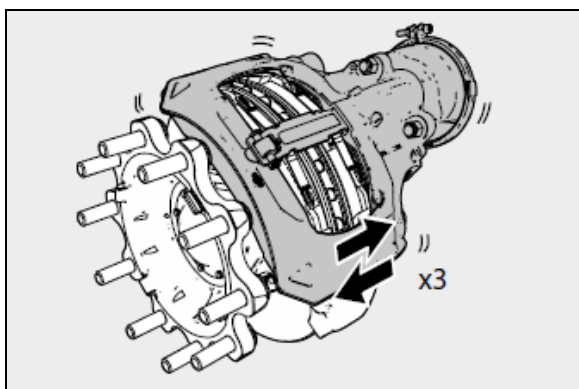

Figure 32: Pousser l'étrier à trois reprises dans le sens axial
6. Pousser et tirer l'étrier à trois reprises dans le sens axial afin d'évaluer un espace existant (voir Figure 32). Si aucun mouvement n'est possible, nettoyer le frein à disque et si nécessaire, remplacer les éléments de guidage. Une fois le